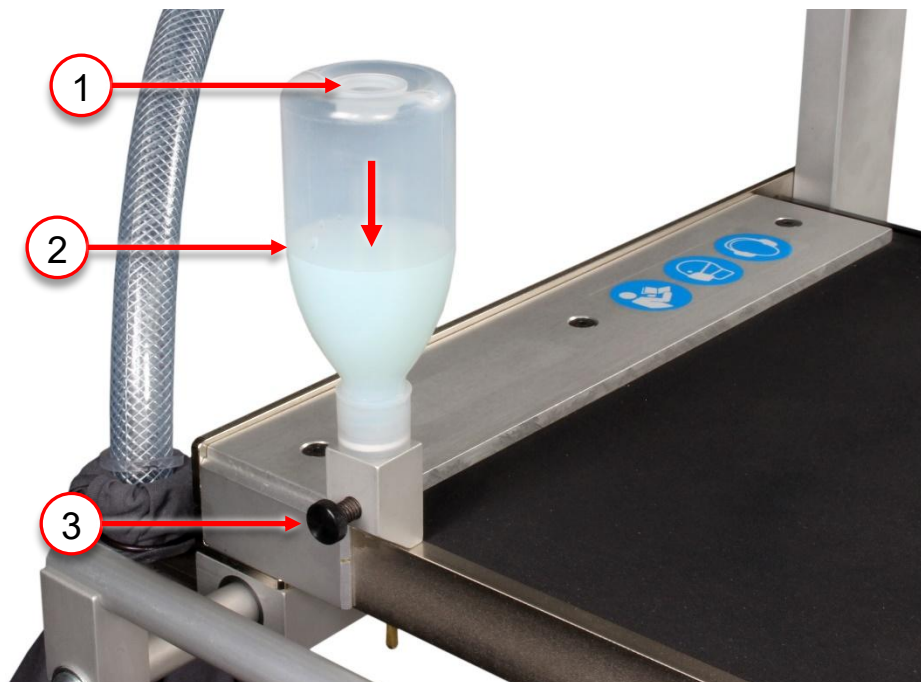

Abbildung 50 Schmierstoff nachfüllen
1. Sicherstellen, dass die Stellschraube (Pos. 3, Abbildung 50) zuge dreht ist.
2. Verschlussstopfen am oberen Ende des Schmierstoffbehälters (Pos. 1, Abbildung 50) entfernen und zur Seite legen.